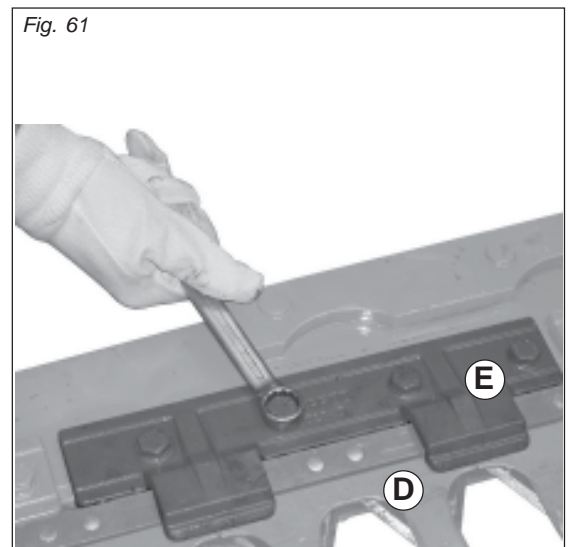

Fig. 61
- unscrew the blade guide (Fig. 61);